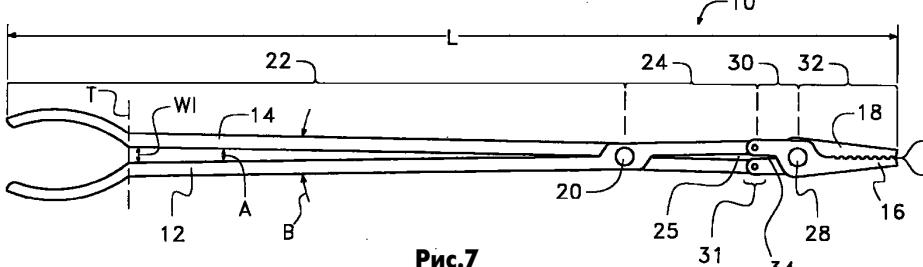

Рис.7
**Плоскогубцы с вытянутыми ручками** описаны в международном патенте PCT 01/39928 (2001 г.). Они предназначены для того, чтобы производить работы в глубоких щелях. Особенность конструкции (рис.7) состоит в том, что